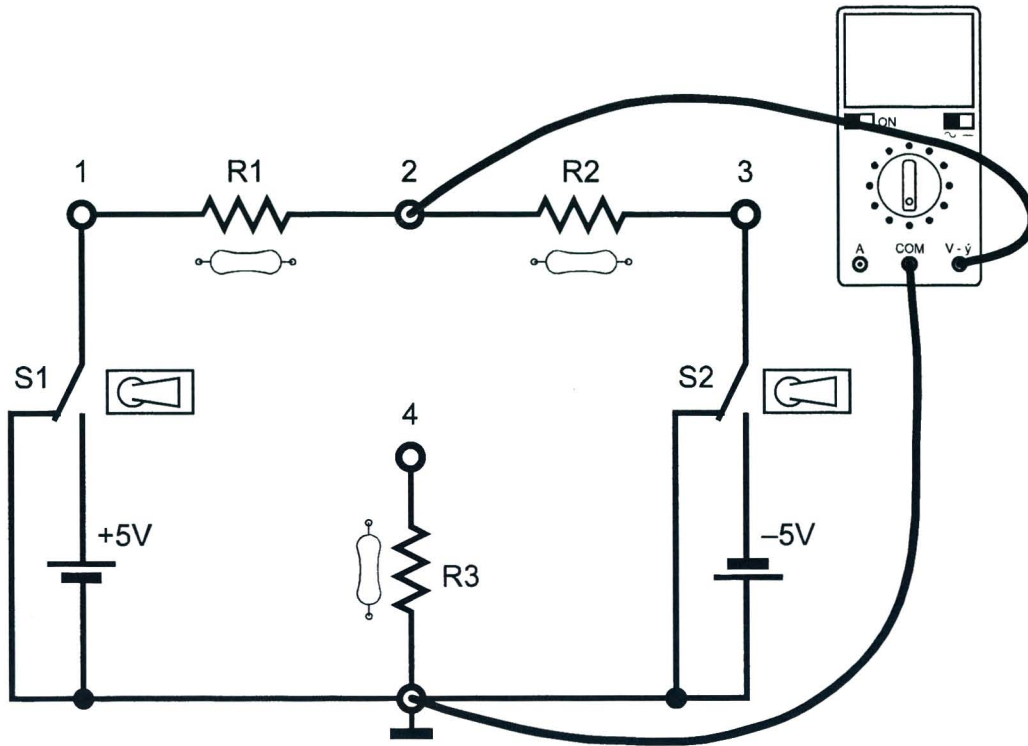

Fig. 6.2b
12. medir con el multímetro, usado como ohmiómetro, la resistencia equivalente R_e existente entre los puntos 2 y tierra (Fig. 6.2b) y anotar el valor en la tabla 6.2;